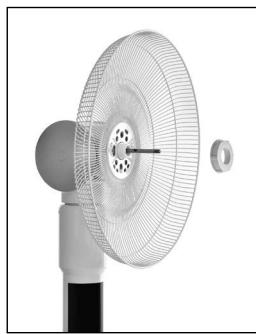

Fig. 5
7. Utilizzare il dado posteriore (4) per fissare la griglia di protezione posteriore. Ruotare il dado posteriore in senso orario, in direzione di "Tighten". (*Fig. 5*)